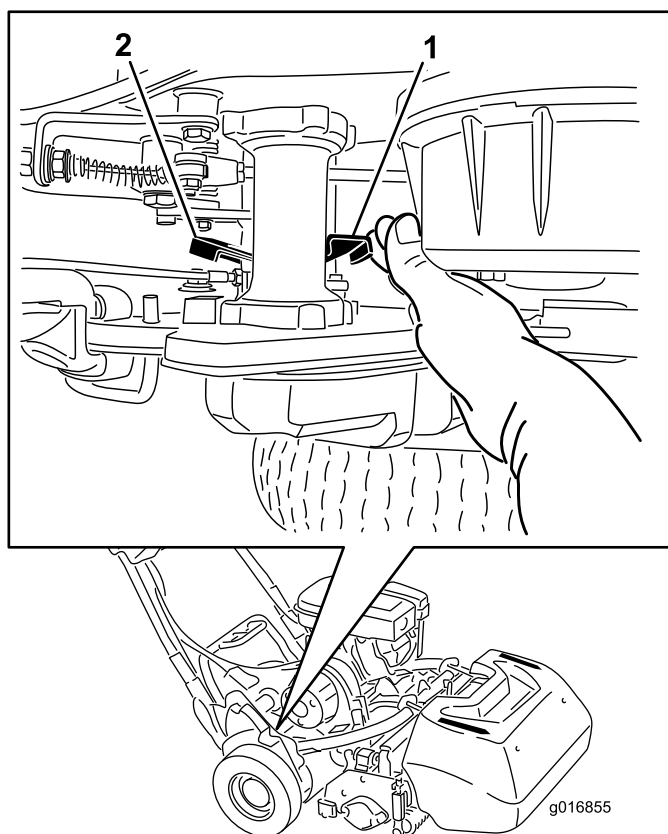

図 28
1. 機体の右後ろ角部にある走行解除レバーを探し出す走行ハウジングドラムの隣にある図 28。